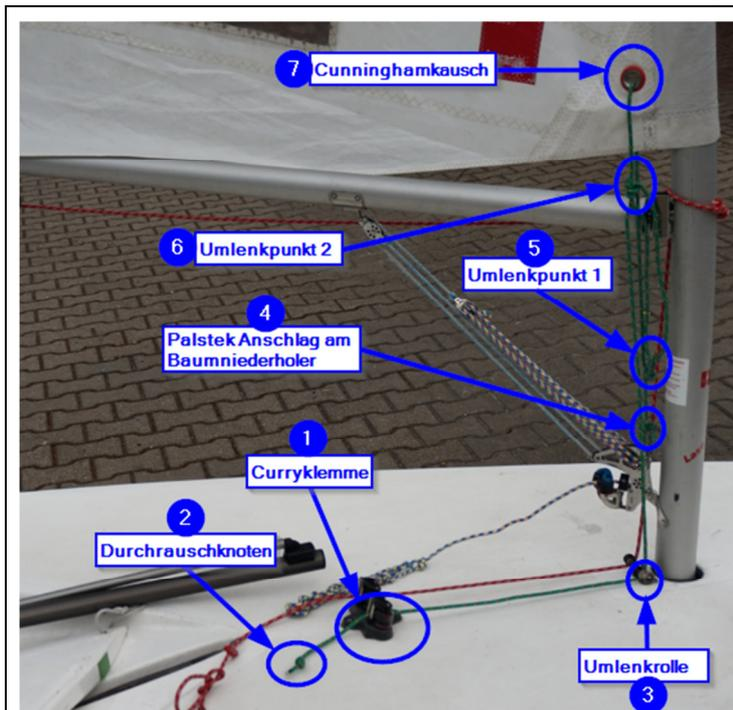

Abb. 25 – Mastversicherung und Cunninghamstrecke - alle Punkte
- Final muss das Ende des Streckers noch durch die Steuerbordrolle vor dem Mast (vgl. **Abb. 25 – Punkt 3**) geführt werden und anschließend durch die achterlicher liegende Klemme (vgl. **Abb. 25 - Punkt 1**).
- Damit der **Cunninghamstreck**er nicht durchrauschen kann und als **Mastsicherung** fungiert muss am Ende des Streckers ein **Durchrauschknoten** wie beispielsweise ein **Achtknoten** eingebunden (vgl. **Abb. 25 – Punkt 2**) werden.